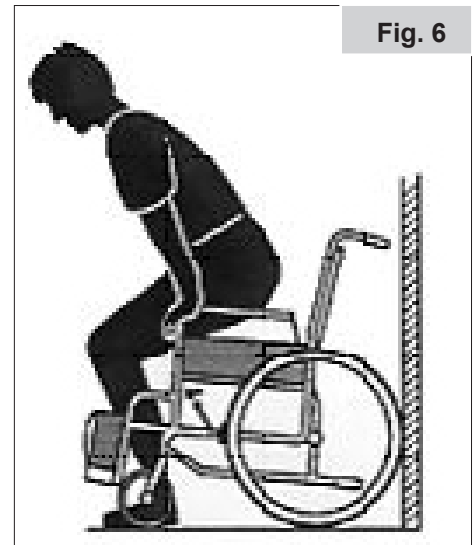
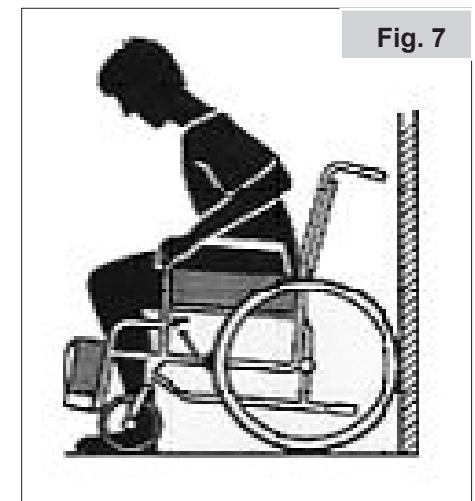

Fig. 6
Fig. 7
5. Die Person sollte eine Hand auf jeder Armlehne platzieren (Fig. 6), sich leicht nach vorne beugen, um das Körpergewicht auf die Vorderkante des Sitzes zu verlagern und sich mit beiden Füßen fest auf dem Boden und einem Fuß hinter dem anderen in die aufrechte Position schieben. (Fig. 7)
Ankippbügel werden vom Helfer benutzt, um den Rollstuhl über ein Hindernis zu kippen. Um den Rollstuhl zum Beispiel auf einen Bordstein oder eine Stufe zu schieben, tritt man einfach mit dem Fuß auf die Stange (Fig. 6).